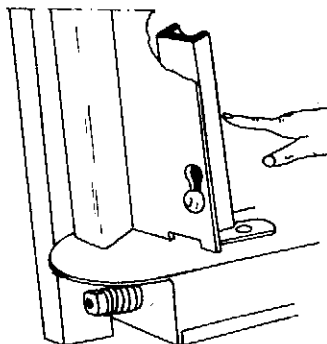

Abb. 27
52. Achtung: Bei Langstrohmist sind die beiden U-Schienen (Abb. 27) zwischen Streuwalzen und unterem Leitblech zu entfernen. Bei verrottetem Dung ergibt sich durch die Anbringung der Schienen eine feinere Verteilung bzw. Streuung.
52) Note: where manure containing long straws is used, the two U-strips (Fig. 27) between the spreader roll and the bottom guide must be removed. Where well-rotted manure is available, the presence of the bars ensures finer spread.
52. Attention! en cas de fumier à longue paille, enlever les deux U (fig. 27) placés entre les hérissons et la tôle de guidage inférieure.
52. Attenzione: se viene usato concime contenente paglia lunga staccare le guide ad U (fig. 27) tra il rullo di distribuzione e la lamiera guida inferiore. Nel caso di concime decomposto il fissaggio delle guide permette una dispersione più fine ed omogenea.
52. Let wel: bij het strooien met langstroomest dienen de beide U-richels (fig. 27) tussen de strooirol en de onderste geleidingsplaat verwijderd te worden. Met rot mest bekomt men een fijnere verdeling en dus een fijnere verspreiding als de U-richels aangebracht zijn.